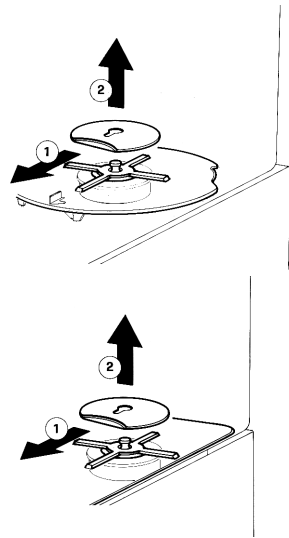

figura 1
- 2 Desenganchar (1) y sacar (2) la placa de enganche tapa bomba (ver figura 1).